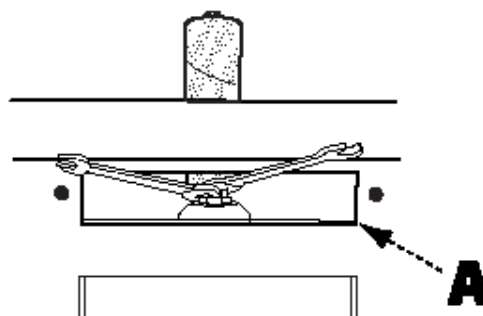

FIGURE 6
Voir Figure 6
2. Ouvrez le panneau d'accès arrière (A).
3. Utilisez les deux clés à fourches de broche (fournies), une sur la broche et l'autre sur l'emplacement de la broche comme illustré dans la figure 6, pour visser.